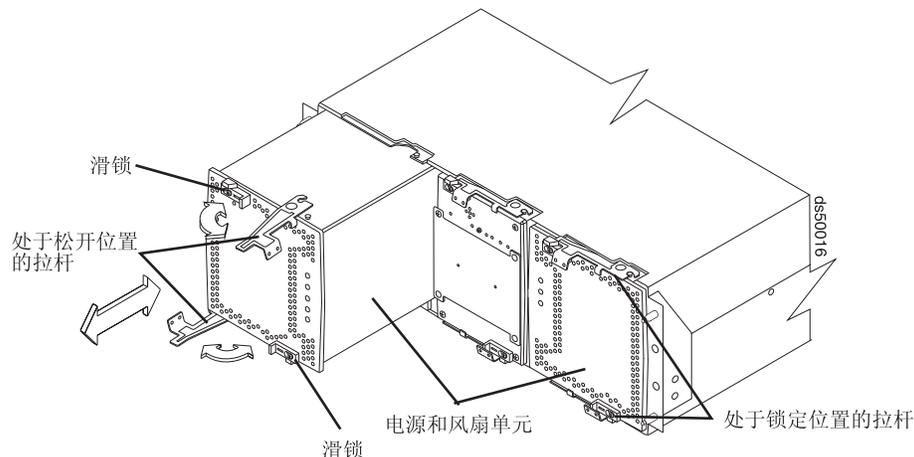

图 117. 从 DS5100 和 DS5300 卸下电源和风扇单元
9. 松开故障电源和风扇单元顶部和底部的拉杆。向外同时旋转两个拉杆，卸下故障的电源和风扇单元。（图 117 显示了电源和风扇单元从存储子系统机箱中滑出。）